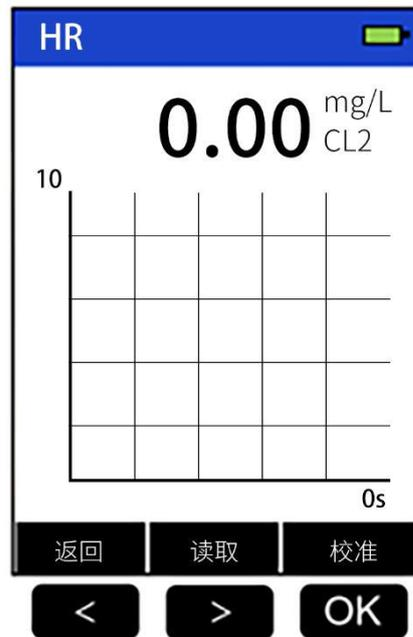

图 8
2. 依据测量方法进行操作，停止后进入校准（图 8）页面；
3. 按下 校准 (OK) 启动校准屏幕；
4. 按下 确定 (OK) 开始校准；
6. 按 确定 (OK) 校准。
8. 按下 确定 (OK) 退出。